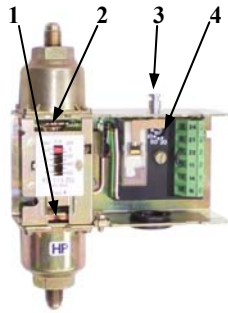

Рис. 0
Уставка дифференциала давлений: (Рис. 0, п. 2)
FD113 и FD113A - автоматический возврат, FD113 ZU имеет кнопку ручного возврата (Рис. 0, п. 3).
Временная задержка плавно регулируется от 20 до 150 секунд (см. Рис. 0, п. 4)
Поднятие рычага 1 (Рис. 0) вверх имитирует повышение давления на стороне высокого давления (HP). Опускание рычага вниз имитирует падение высокого давления.
Используйте отвертку для нажатия рычага 1 вниз (Рис. 0) для установки временной задержки (> 20 сек. ... > 150 сек.).
Во время регулярных осмотров установки при техническом обслуживании следует периодически производить проверку прибора. При срабатывании вернуть реле в рабочее состояние кнопкой ручного возврата 3, Рис. 0.